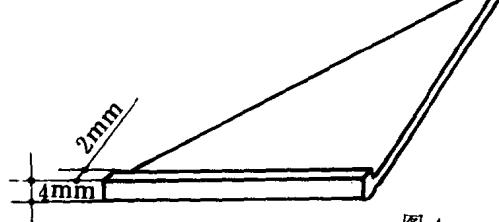

图 4
b. 裁一同等厚的有机玻璃条，宽度要比三角板厚度宽 2 毫米，长度与三角板短直角边相等。将此条与三角板短边用三氯甲烷粘在一起，使有机玻璃条每边宽出三角板厚度约 1 毫米，待干固后即可使用，如图 4。